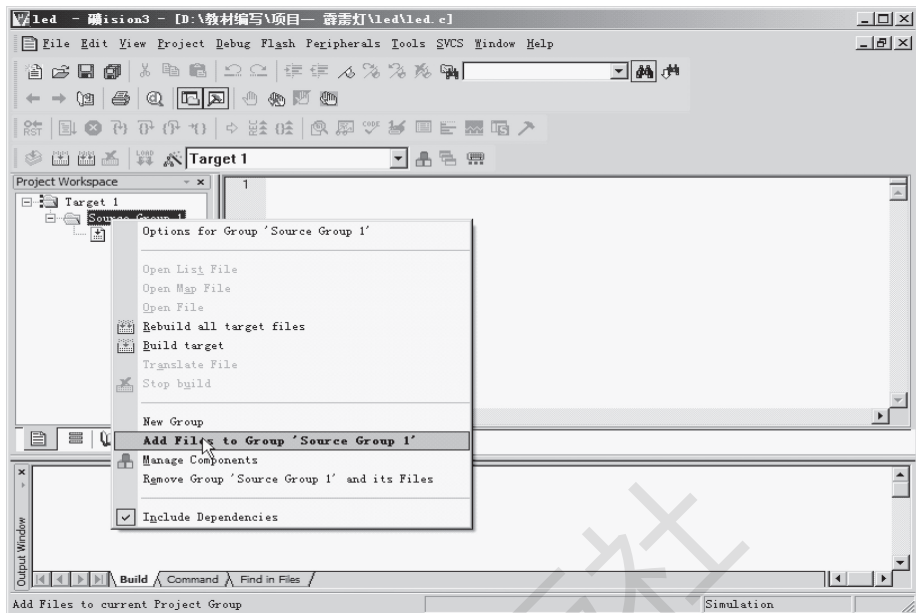

图 1-18 准备添加源程序文件到工程中
(6) 第六步：添加源程序文件到工程中。现在，一个空的源程序文件“led.c”已经建立，但是这个文件与刚才新建的工程之间并没有什么内在联系，我们需要把它添加到工程中去。单击 Keil C51 软件左边项目工作窗口“Target 1”上的“+”，将其展开。然后右键单击“Source Group 1”文件夹，弹出如图 1-18 所示的选择菜单。单击其中的“Add